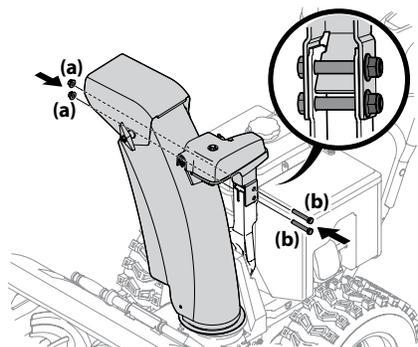

Figure 2-28
3. Fixez la tête de commande au support à l'aide des écrous autobloquants (a) et des boulons hexagonaux (b) retirés à l'étape 1. Voir Figure 2-28.